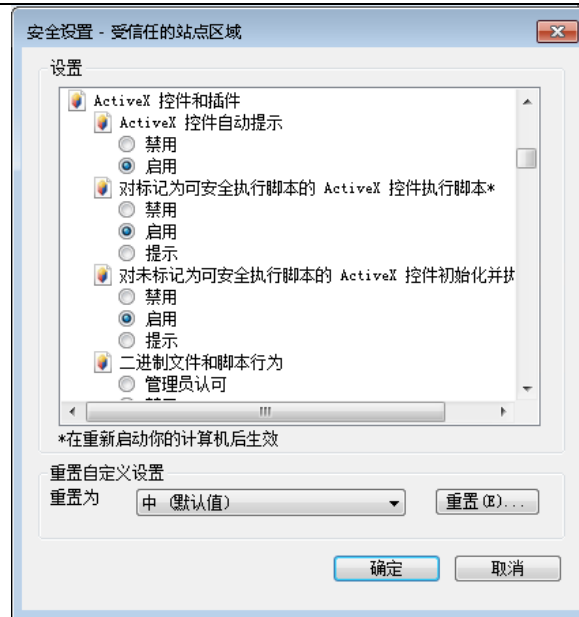

图 12-24
- 在 Internet 属性对话框的“安全”属性页中，点击“自定义级别”按钮，在弹出的对话框中，将“ActiveX 控件和插件”下的所选择的“禁止”项改为“启用”或“提示”。见下图 12-24, 12-25 中，显示之后点“确定”按钮，关闭此对话框。